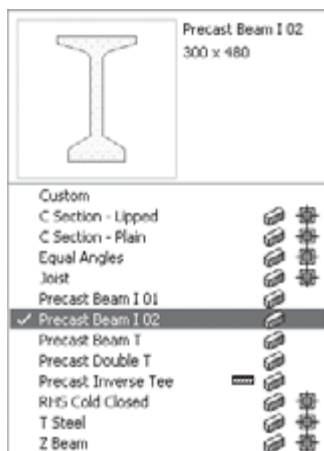

Рис. 5.26. Выбор профиля балки
5. Нажмите кнопку со стрелкой — вы увидите список профилей балок (рис. 5.26)